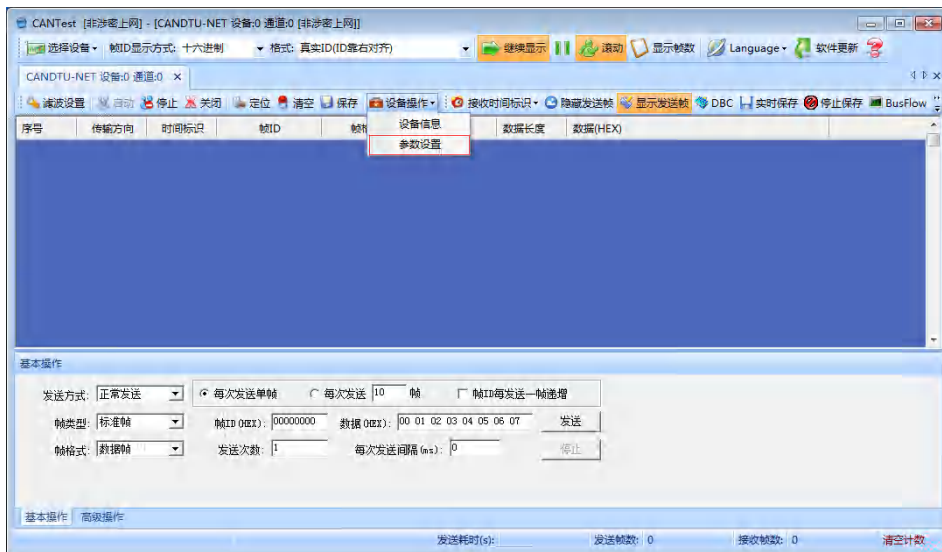
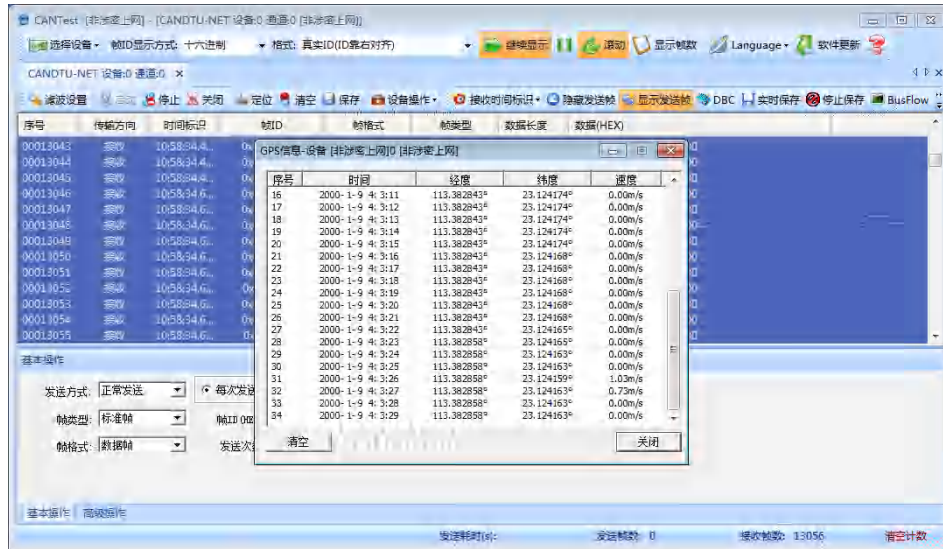

图 4.40 参数设置选择
图 4.41 GPS 定位数据
- 5) 如图 4.40 所示，点击“设备操作”项下“参数设备”可查看 GPS 上传位置信息，如图 4.41 所示。